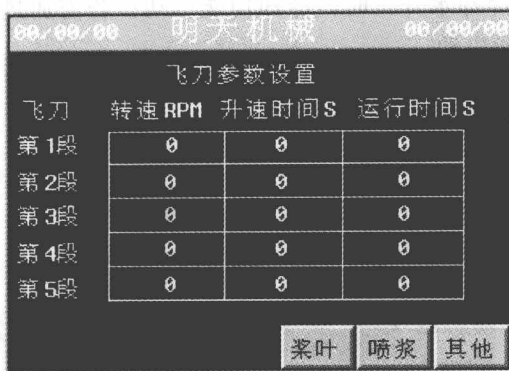

图 1-1-12 飞刀参数设置画面
① 新建药品配方, 触摸配方号后“▶”键和“◀”键, 显示数字 1~9 表示的配方名(共有九个配方)。选定一个配方号, 触摸下方方框内的数字, 弹出一个数字键盘, 输入参数, 若想清除当前选定好的配方参数, 触摸“清零”键即可, 若想清除所有的配方参数, 触摸“总清零”键即可。
② 触摸“飞刀”键, 进入飞刀参数设置画面(图 1-1-12)。触摸方框内的数字, 弹出一个数字键盘, 输入参数即可。